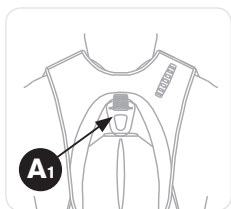

Figura 17
- Conecte la carabina del cordón de absorción de energía en el punto de sujeción del sistema anticaídas marcado **A1** (consulte la figura 17). **A1** es el único punto de sujeción que accionará la función de rescate del PRD.